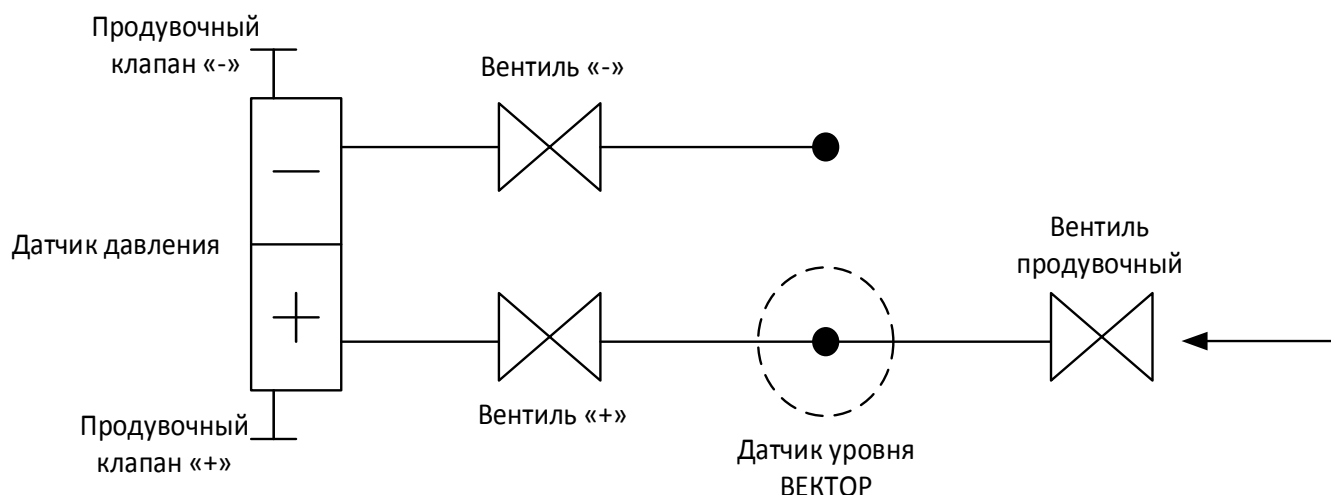

Рисунок 17 – Функциональная схема включения плотномера в работу
На рис. 17 представлена функциональная схема включения уровнемера ВЕКТОР-ДПТ в работу.
2. Откройте Продувочный клапан «-» и Продувочный клапан «+» на датчике дифференциального давления (см. рис. 17, 18).